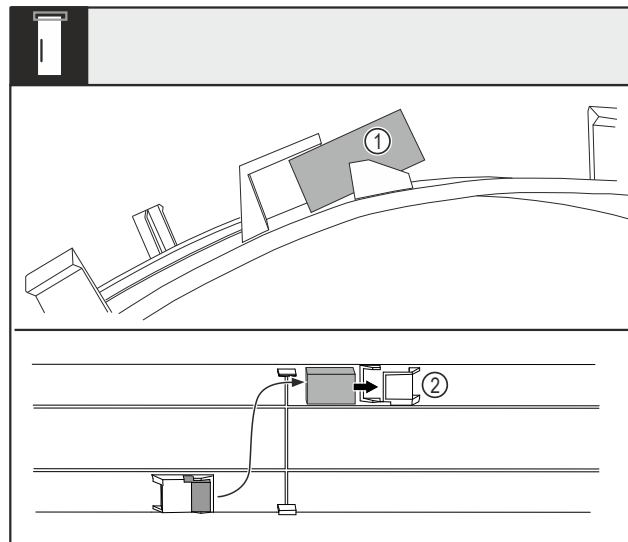

Fig. 5
- Plier le cache et retirer l'aimant de porte Fig. 5 (1) du logement.
- Insérer l'aimant de porte dans l'autre logement Fig. 5 (2).